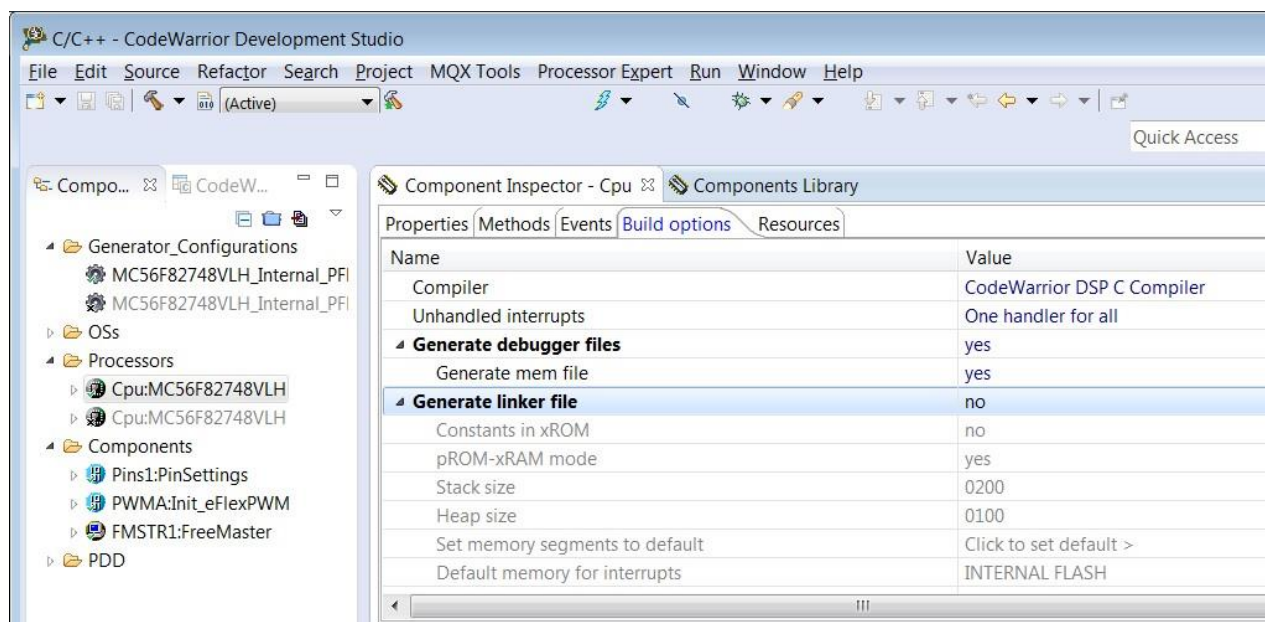

图3. 禁用Generate linker file选项
本节介绍如何使用CodeWarrior for Microcontrollers v10.6和PE将代码重定位到内部RAM。由于RAM是易失性存储器，重定位的代码必须首先存储在Flash中，然后在微控制器启动时复制到RAM。将代码重定位到RAM是通过LCF（链接器命令文件）和在源文件中使用pragma指令实现的。为了保留定制的链接器命令文件，必须禁用由Processor Expert (PE)自动生成LCF的选项，具体操作如图3所示。